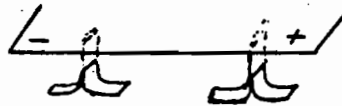

Figura 3
- c) En la cara posterior inserte dos latitas de cobre como lo indica la Figura 3.